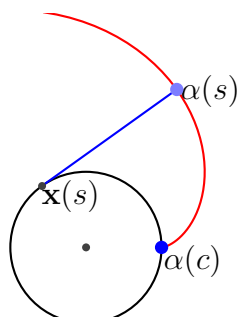

Figura 5: Interpretación geométrica de la evolvente.
Vamos a buscar una interpretación geométrica de la evolvente. Como la ecuación de la evolvente cumple (5), entonces para cada $s < c$, el arco de la evolvente C^* comprendido entre s y c se obtiene como la trayectoria que describe el extremo libre de una cuerda que estaba enrollada alrededor de la curva C y que hemos ido desenrollado, entre $\alpha(s)$ y $\alpha(c)$ de forma que siempre está tensa, como se muestra en la figura 5.